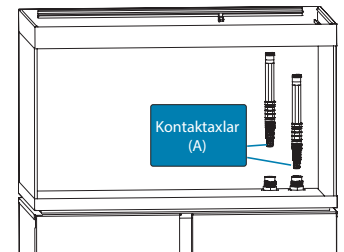

Bild 2
2. Skjut kontaktaxeln (A) helt genom öppningen (O) tills den stannar (bild 2).
2. Skjut den andra kontaktaxeln (A) helt genom öppningen (I) tills den stannar (bild 2).